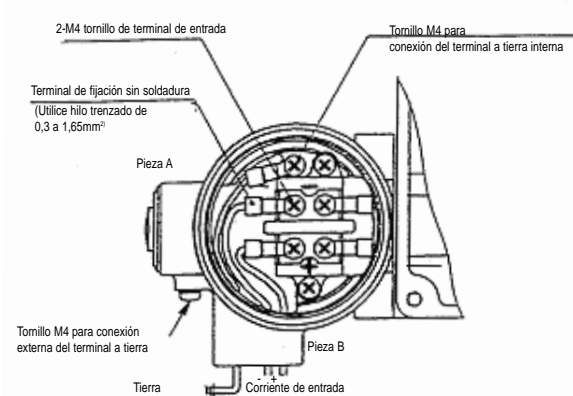

Fig.17 Posicionador con caja de terminales
- Se suministran dos conectores de enchufe, marcados como pieza A y pieza B en la fig. 17. Utilice cualquiera de los dos tras la conexión. (En la figura se utiliza la pieza B).